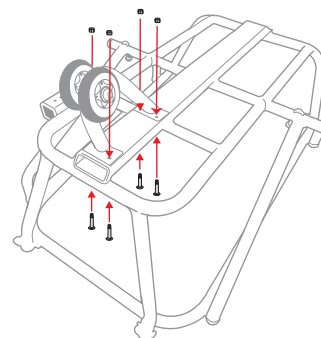

Abbildung 2
2. Stecken Sie die vier Schrauben durch die Oberseite der Rahmenbaugruppe und des Vorderrads und schrauben Sie dann die vier Muttern auf die Schrauben (Abbildung 2).